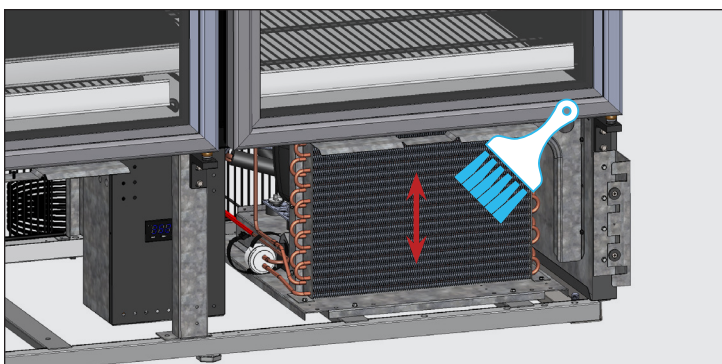

Fig. 3. Ne brossez jamais en travers des ailettes des serpentins !
3. À l'aide d'une brosse à soies dures, nettoyez soigneusement la saleté accumulée sur les ailettes du serpentin du condenseur avant Voir fig. 3.